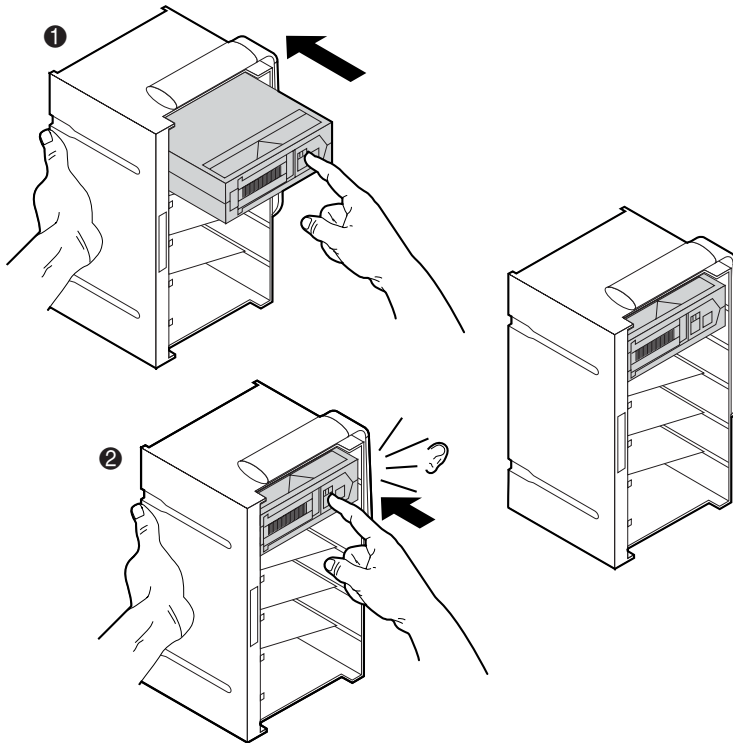

Figura 2-14: Installazione di una cartuccia a nastro (caricatore da 6 cartucce)
4. Quando lo sportello di caricamento è aperto, posizionare la cartuccia a nastro in uno degli slot corrispondenti disponibili. Vedere dalla Figura 2-14 alla Figura 2-18.
1. Inserire una cartuccia a nastro nel dispositivo di caricamento (❶ Figura 2-14).
2. Inserire la cartuccia a nastro fino a quando non scatta in posizione corretta (❷ Figura 2-14).